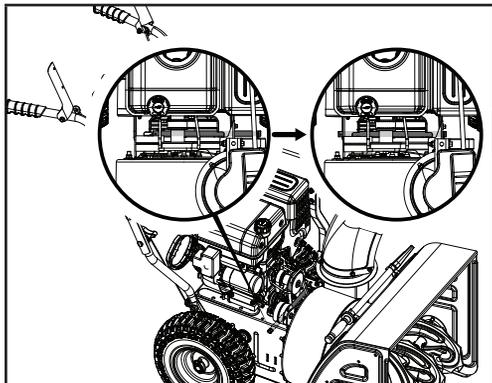

Figure 37
11. Ré-assemblez la tige de soutien en la repoussant en place; assurez-vous qu'elle est bien engagée dans le disque d'embrayage et remettez en place la rondelle et la pince (figure 37).